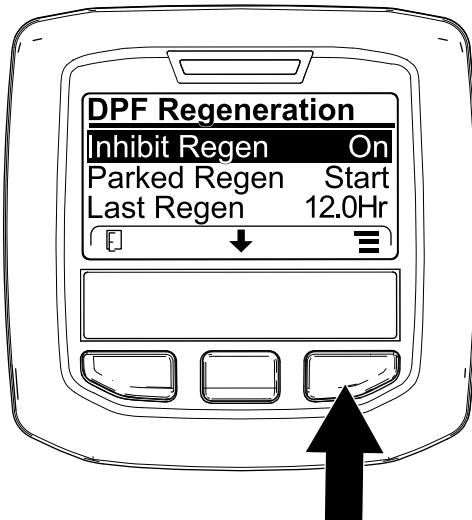
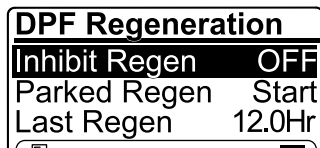

Figure 50
Figure 51
1. Ouvrez le menu DPF Regeneration (régénération du FAP), appuyez sur le bouton central pour naviguer jusqu'à l'option INHIBIT REGEN (interdiction de régénération), et appuyez sur le bouton droit pour la sélectionner (Figure 50).
2. Appuyez sur le bouton droit pour changer l'option d'interdiction de régénération de On (activée) à Off (désactivée) (Figure 50) ou inversement (Figure 51).